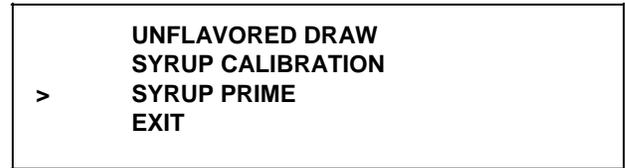

图 49
8. 按 AUTO 键  或 OPTIONAL FLAVOR 键 ，将箭头指向 SYRUP PRIME。（见图 49。）